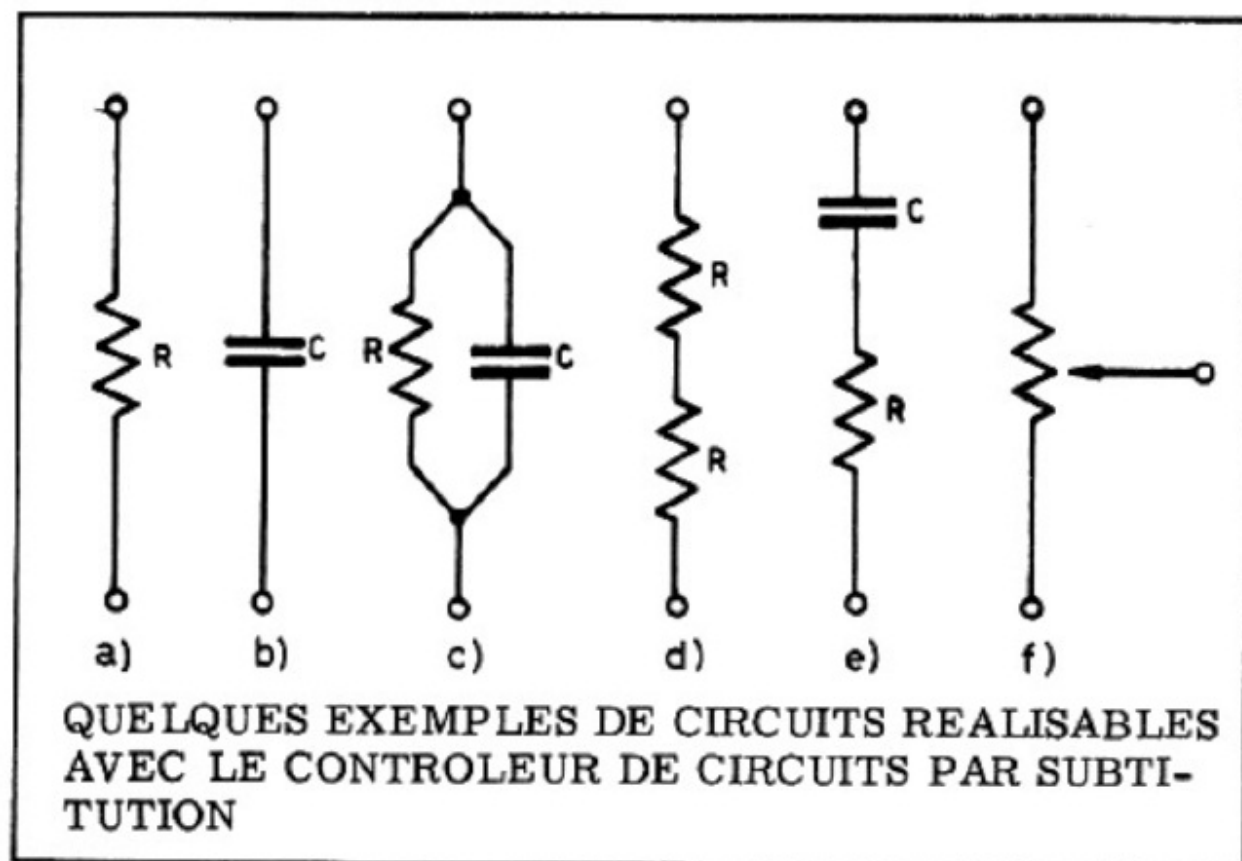

Figure 6
- une résistance seule (figure 6 - a) ;
- un condensateur seul (figure 6 - b) ;
- un condensateur et une résistance reliés en parallèle (figure 6 - c) ;
- deux résistances reliées en série (figure 6 - d) ;
- un condensateur et une résistance reliés en série (figure 6 - e) ;
- un potentiomètre (figure 6 - f)